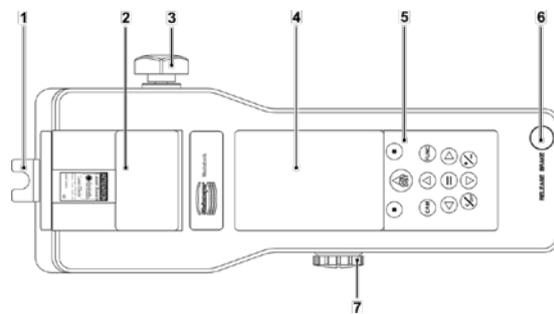
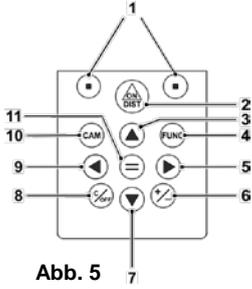

Abb. 4
Abb. 5
Aus konstruktiven Gründen ist im Messgerät ein Offset-Wert von (-0,0233 m) eingestellt. Die aktivierte Offset-Funktion wird im Display (4, Abb. 4) mit einem Symbol angezeigt: Diese Werkseinstellung nicht verändern!
- Dreikantgriff (3, Abb. 4) am FM5-BT auf HEIGHT stellen. FM5-BT mit ON-/DIST-Taste (2, Abb. 5) einschalten. Der Laserstrahl tritt vertikal aus dem FM5-BT aus.
- Um die Bildschirmansicht einzuschalten, die CAM-Taste (10, Abb. 5) einmal drücken und die Pfeiltaste hoch (3, Abb. 5) einmal drücken. FM5-BT mit gedrückter Bremse auf der Messschiene verschieben bis die anvisierte Fahrleitung im Fadenkreuz auf dem Display erscheint.
- Für ein optimales Messergebnis ist der Zoomfaktor 2x oder 4x mit den Pfeiltasten hoch / runter (3/7, Abb. 5) einzustellen. Der Laserpunkt ist normalerweise auf der Fahrleitung und dem Display sichtbar. Eine Lasersichtbrille erhöht die Sichtbarkeit des Laserpunktes.
- Fahrradseitenlage auf der Messschienskala an der Messmarke (1, Abb. 4) ablesen.
- Dreikantgriff (3, Abb. 4) am FM5-BT auf SIDE stellen. Der Laserstrahl tritt horizontal aus dem FM5-BT aus. Nun die Distanz bis zum Laserstrahlreflektor messen.
- Dreikantgriff (3, Abb. 4) am FM5-BT auf SIDE stellen. Der Laserstrahl tritt horizontal aus dem FM5-BT aus.
- FUNC-Taste (4, Abb. 5) drücken und im Menü Einstellungen (Display-Anzeige: ) zu Bluetooth® navigieren.
- Mit =Taste (11, Abb. 5) Bluetooth® bestätigen und mit C/OFF-Taste (8, Abb. 5) Einstellungen verlassen.
- Schutzkappe (7, Abb. 4) am FM5-BT abschrauben und dahinter liegenden Schutzdeckel nach rechts schieben.